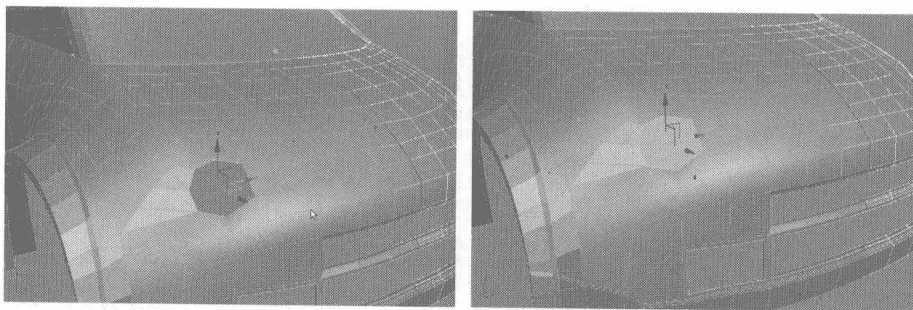

图 7.158
- 09** 选择车灯处的边缘曲线，单击 **Cap** 按钮，添加面，如图 7.158 所示。单击 **Detach** 按钮，